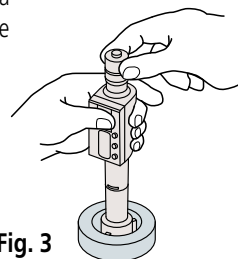

Fig. 3
1. Para aplicar la fuerza de medición, ponga las caras de medición en contacto ligero con la pieza de trabajo y manténgalas así. Luego, gire el trinquete hasta que suene de 5 a 6 veces para aplicar una fuerza constante. (Fig. 3)